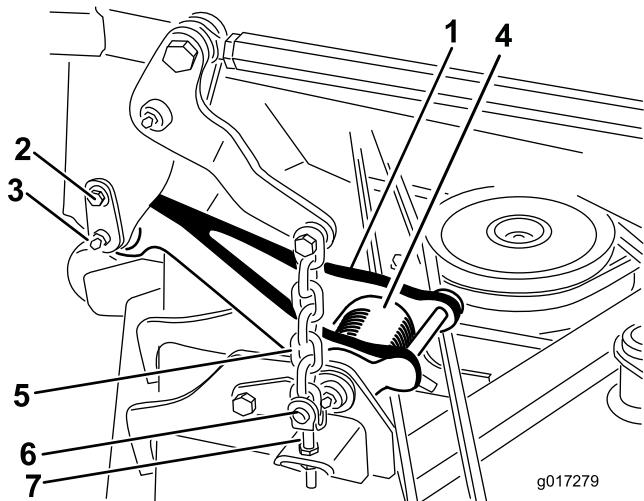

Figure 2
Remarque: Lorsque le plateau de coupe est relevé, la tension du ressort de torsion des tirants (Figure 2) est réduite, ce qui facilite le désaccouplement des tirants de la machine.
- Désaccouplez le tirant de chaque côté de la machine (Figure 2).
- A. Retirez la vis à épaulement qui fixe la goupille de retenue au bâti porteur (Figure 2).
- B. Sortez avec précaution la goupille de retenue du bâti porteur et du tirant (Figure 2).
6. Déposez les (4) goupilles de retenue et axes de chape qui fixent les chaînes de relevage aux chapes de réglage sur le plateau de coupe (Figure 2).
2. Déposez les (4) axes de chape et goupilles de retenue qui fixent les chaînes de relevage aux chapes de réglage sur le plateau de coupe (Figure 2).
5. Alignez le tirant sur le bâti porteur et fixez le tirant avec la goupille de retenue (Figure 2). Fixez la goupille de retenue au bâti avec la vis à épaulement (Figure 2).